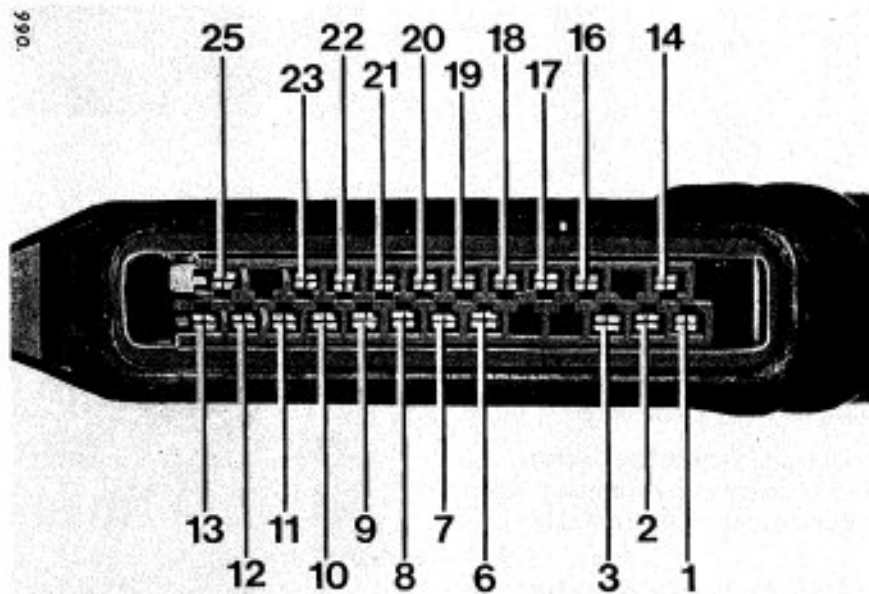
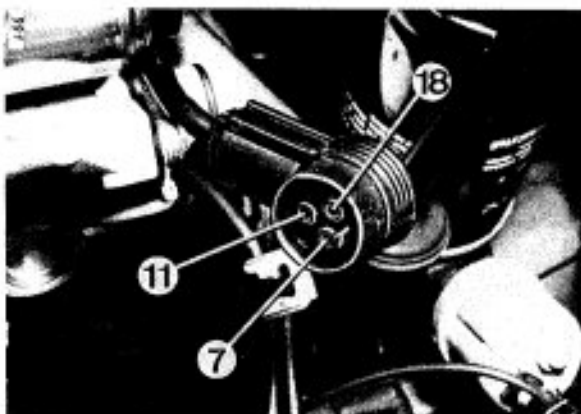
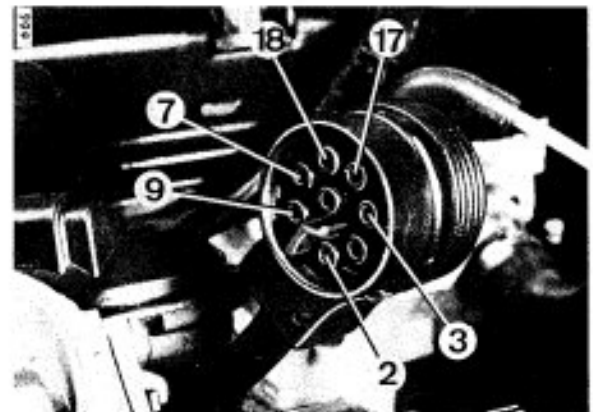

Bild 40 Kupplungsstecker für Steuergerät
Bild 41 Am Drosselklappen-Potentiometer
Bild 44 Am Drosselklappenansteller
- Kabelklemmen gleicher Nummern (Bild 40 - 62) mit Ohmmeter auf Durchgang prüfen. Entsprechende Stecker abziehen.
- a. Ohmmeter zwischen Kupplungsstecker (Nr. 18) Bild 40 und Stecker für Drosselklappen-Potentiometer (Nr. 18) Bild 41.
- b. Ohmmeter zwischen Kupplungsstecker (Nr. 18) Bild 40 und Stecker für Drosselklappenansteller (Nr. 18) Bild 44.
- c. Ohmmeter zwischen Stecker für Drosselklappen-Potentiometer (Nr. 18) Bild 41 und Stecker für Drosselklappenansteller (Nr. 18) Bild 44.
Die Klemmenbelegung des Kupplungssteckers (Bild 40) für das Steuergerät ist auf Seite 27, Bild 67 aufgeführt.
(Nr. 7 siehe auch Bild 44 und 46)
(Nr. 18 siehe auch Bild 44)
(Nr. 7 siehe auch Bild 41 und 46)
(Nr. 18 siehe auch Bild 41)
(Nr. 7 siehe auch Bild 41 und 44)
(Nr. 2 siehe auch Bild 44)